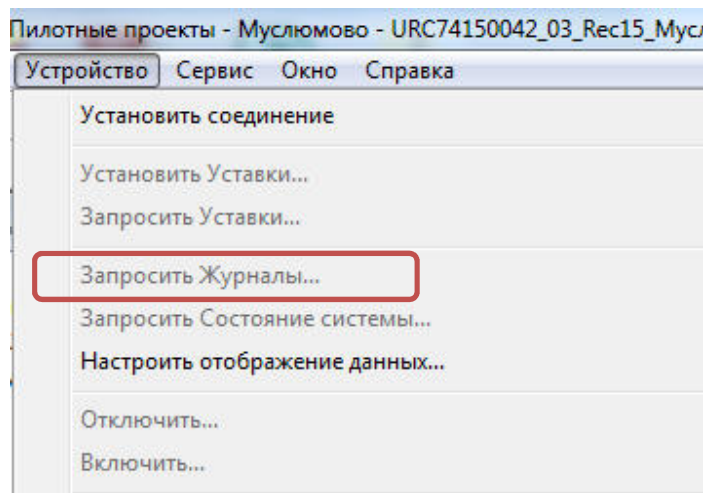

Рис.4.32. Запрос журналов из модуля управления
2. Выполнить команду «Устройство/Запросить журналы» (см. **Рис.4.32**).